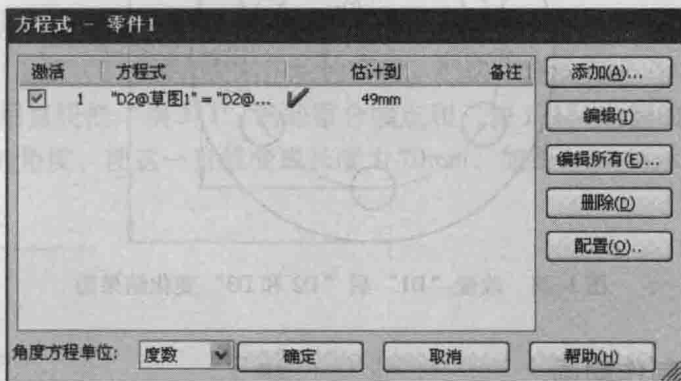
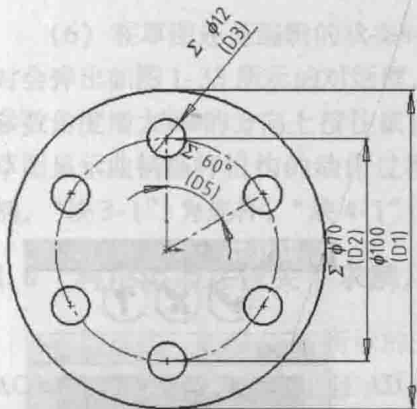
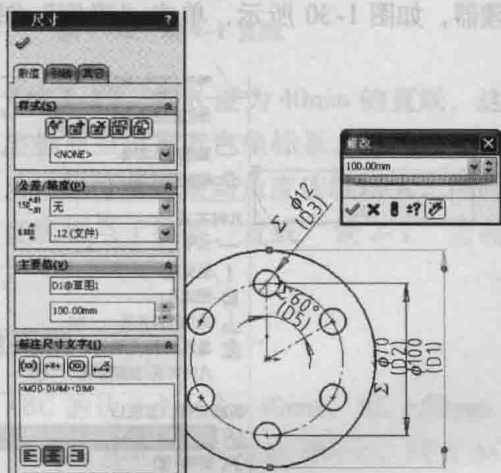

图 1-25 添加“确定”后图
图 1-26 “D1”和其他尺寸区别
图 1-27 改变“D1”的过程图
(6) 单击“确定”后,如图1-26所示,原来草图的“D2”尺寸前出现红色的求和符号“ Σ ”,再次单击添加编辑方程式重复类似于(5)的步骤得到“D3@草图1”=“(“D1@草图1”-“D2@草图1”)*0.4”和方程式“D5@草图1”=“360/6”,至此方程式添加完毕,如图1-25所示。
(7) 添加完毕后确定,仔细观察只有“D1”的尺寸前没有求和符号“ Σ ”,如图1-26所示,此时双击“D1”的尺寸,结果如图1-27所示,在弹出的尺寸框中填入150mm后单击✓确定。